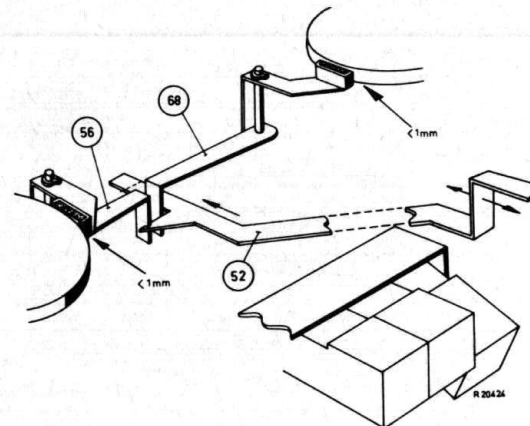

Fig. 22
- Als de toets voor opspoelen wordt ingedrukt, moet eerst de rechterrem worden gelicht. De spoelstrip 52 moet in de inkeping van de linkerrembeugel schuiven, zie fig. 22. Is de toets geheel ingedrukt, dan moet de afstand tussen de remschoenen en de spoelschotels groter zijn dan 1 mm, zie fig. 22. Eventueel in te stellen door verbuigen van de knik in spoelstrip 52, zie fig. 22.